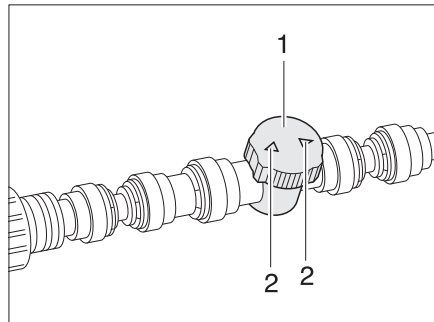

Bild 116 Regler Fußbodenerwärmung
- Den Regler (Bild 116,1) auf die gewünschte Durchflussleistung stellen (max. Durchfluss = Pfeile (Bild 116,2) in Leitungsrichtung).
- Den Regler (Bild 116,1) so drehen, dass die Pfeile (Bild 116,2) quer zur Heizleitung stehen.